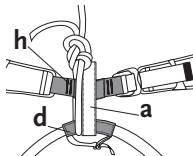

Figure 4
- ◆ Tie in as shown in Figure 4, making sure that your knot includes the leg loop cross-piece (d) and the tie-in loop (h). **Failure to tie in correctly can result in severe injury or death!**
- ◆ Encordez-vous comme indiqué Figure 4, en vous assurant que votre nœud inclut le pont du cuissard (d) et le point d'encordement (h). **Un mauvais encordement peut être à l'origine de blessures graves ou d'accident mortel !**